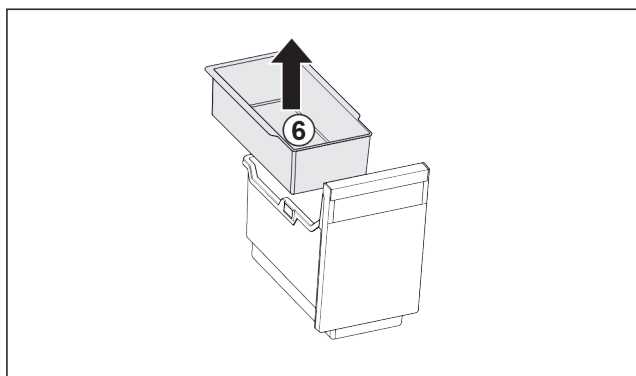

Fig. 100
- Inhangschaal Fig. 100 (6) verwijderen.